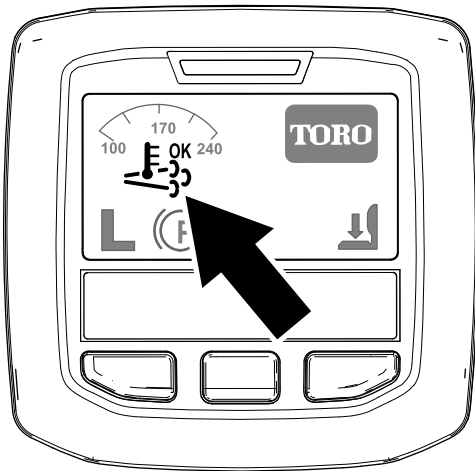

Figure 45
- L'icône de régénération assistée/commandée s'affiche dans l'InfoCenter (Figure 45).